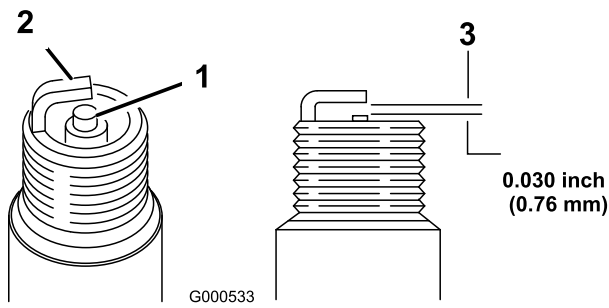

Figura 53
1. Mire la parte central de las bujías (Figura 53).
2. Compruebe la separación entre los electrodos central y lateral (Figura 53) y doble el electrodo lateral si la separación no es correcta.